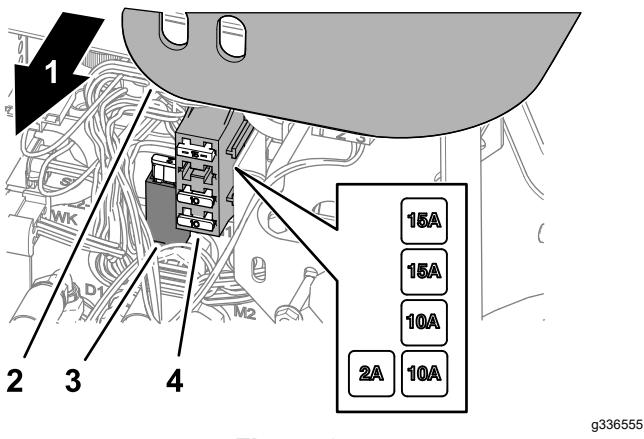

Figure 65
1. Soulevez et déposez le couvercle du bras de commande (Figure 65).
2. Localisez le fusible ouvert dans le porte-fusibles ou la boîte à fusibles (Figure 65).
4. Reposez le couvercle sur le bras de commande (Figure 65).